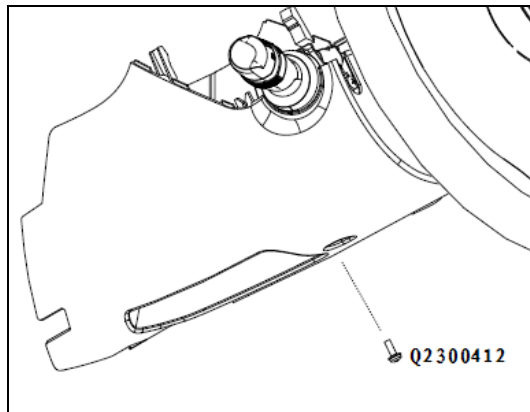

图 2.1.4 组合开关下护板总成拆卸示意图
- (1) 拆卸前应先将组合开关上下护板调至下极限位置；
- (2) 双手分别抓住组合仪表罩上端面，向前小心均匀用力，拆卸下上护板总成；
- (3) 用十字螺丝刀松掉图 2.1.4 中所示螺钉（Q2300412）安装，取下下护板总成（下护板总成完全拆卸之前要先拔掉启动按钮线束）。